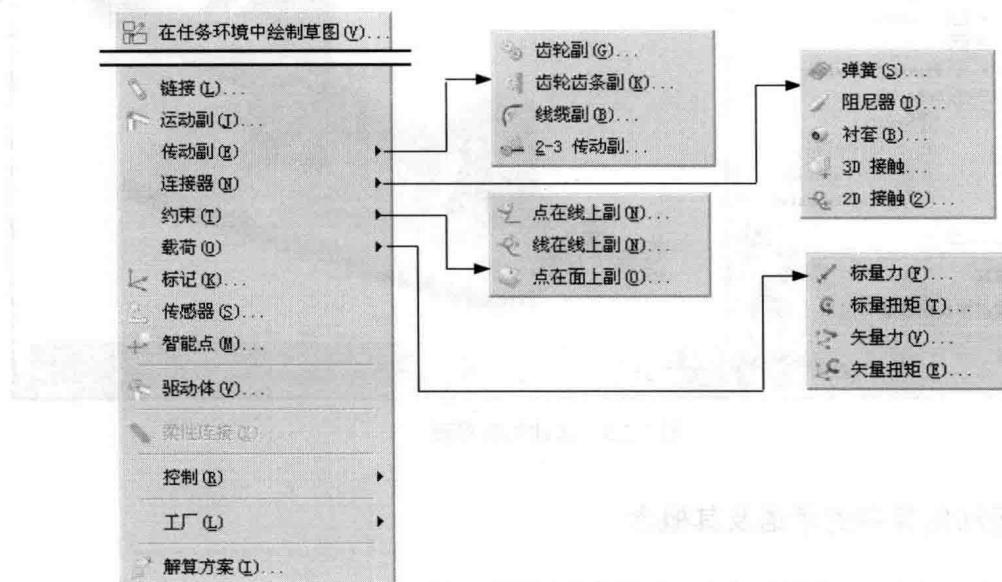

图 1.2.6 “插入”下拉菜单
在运动仿真模块中，与“机构”相关的操作命令主要位于 **插入 (I)** 下拉菜单中，如图 1.2.6 所示，工具条列出下拉菜单中常用的工具栏，如图 1.2.7 所示。